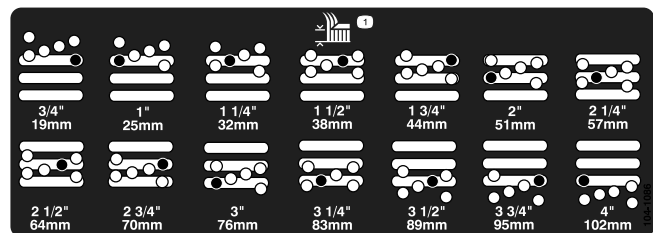

Bild 19
5. Stellen Sie die Kammer auf die gewünschte Schnitthöhe ein und setzen Sie das Distanzstück im gewünschten Schnitthöhenloch und -schlitz ein (Bild 19).